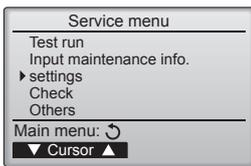

Fig. 6-2
### 6.2. Fernbedienung (Fig. 6-2)
① (Fig. 6-2)